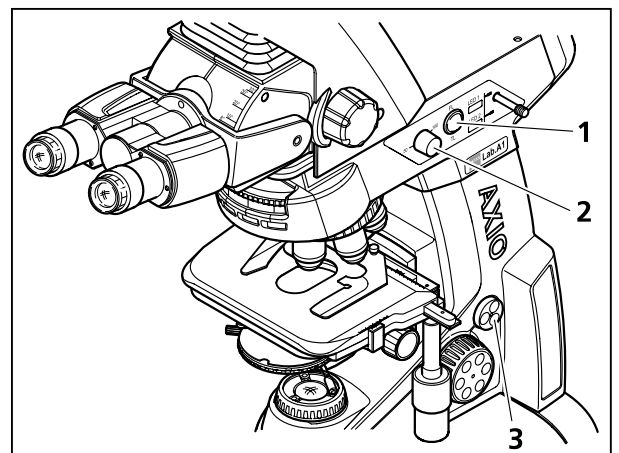

Bild 3-31 Regler für Lichtintensität und Umschalter FL/TL
- Bildhelligkeit mit Helligkeitsregler (Bild 3-31/3) einstellen.
- Umschalter **FL/TL** (Bild 3-31/1) auf gewünschte Position schalten (FL = Fluoreszenzbeleuchtung für Auflicht; TL = Beleuchtung für Durchlicht).
- In Abhängigkeit von der Stellung des Umschalters **FL/TL** wird die Bildhelligkeit über den Regler für Durchlicht **TL** (Bild 3-31/3) oder über den Regler für Auflicht-Fluoreszenz **FL** (Bild 3-31/2) eingestellt.